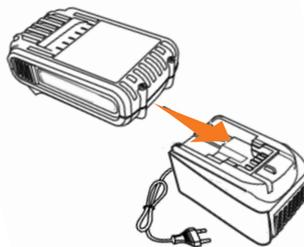

Рис. 5
- Вставьте вилку зарядного устройства в розетку электрической сети 230В. Индикатор на зарядном устройстве загорится зеленым светом (Рис. 5).